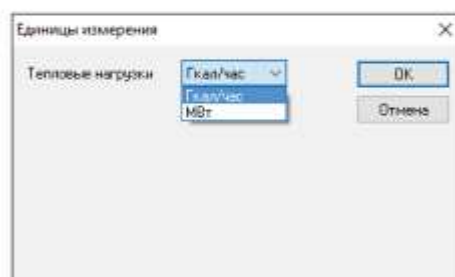

Рисунок 9.15. Окно переключения единиц измерения.
3. Откройте вкладку Сервис диалога ZuluThermo и нажмите кнопку Единицы измерения. Откроется диалог выбора единиц измерения (смотрите Рисунок 9.15. «Окно переключения единиц измерения.»);